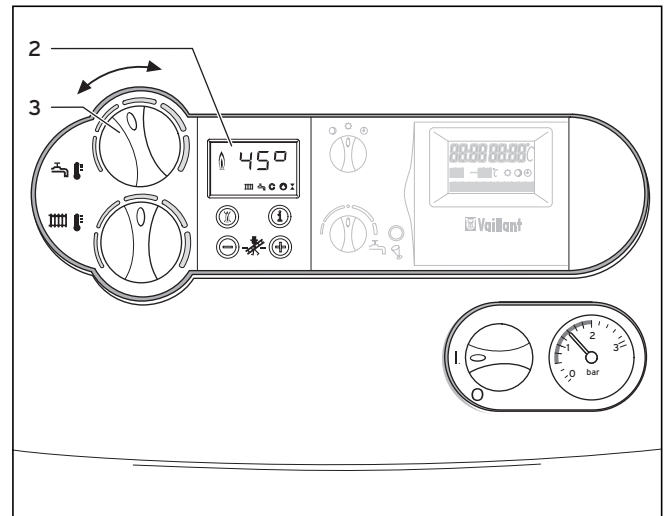

Abb. 4.6 Einstellung der Speichertemperatur
Bei Unterschreiten der eingestellten Speichertemperatur geht das Gerät selbsttätig in Betrieb und heizt den Speicher nach. Während der Speicherladung blinkt im Display (2) die Anzeige ☼, siehe Abbildung 4.6.
- Drehen Sie hierzu den Drehknopf (3) zur Einstellung der Warmwassertemperatur auf Linksanschlag, siehe Abbildung 4.6. Die Solarfunktion wird deaktiviert, es bleibt eine Frostschutzfunktion für den Speicher aktiv. Im Display (2) wird für ca. fünf Sekunden eine Speichertemperatur von 15 °C angezeigt.